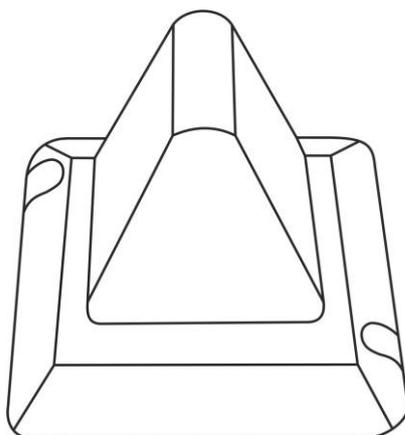

Рисунок 5.10. Сигнальная лампа МР-611W1
1. Сигнальная лампа МР-611W1 (рис.5.10). Сигнальная лампа имеет влагозащитность по группе IP54.